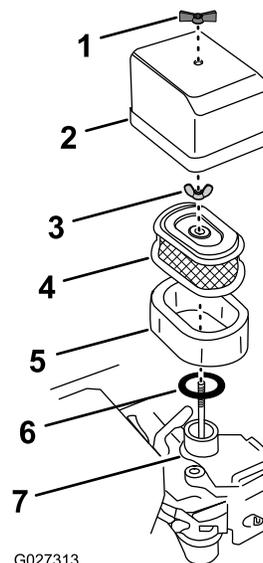

Figura 19
3. Pase un paño por la tapa del filtro de aire (Figura 19) para limpiarla.
4. Retire la tuerca de orejeta que sujeta la tapa del filtro de aire al carburador, y retire la tapa (Figura 19).
5. Separe el elemento de gomaespuma del filtro del elemento de papel (Figura 19).
7. Retire la tuerca de orejeta que sujeta el elemento de papel del filtro al carburador (Figura 19).
4. Monte el elemento de gomaespuma sobre el elemento de papel del filtro (Figura 19).
1. Limpie la suciedad de la base del carburador y del interior de la tapa con un trapo húmedo (Figura 19).
2. Asegúrese de que la junta de goma está alineada y asentada en la base de montaje del carburador (Figura 19).
3. Alinee el elemento de papel del filtro con el carburador, asegúrese de que la varilla de sujeción del carburador pasa a través de la placa superior del filtro (Figura 19).
4. Sujete el filtro al carburador con la tuerca de orejeta del filtro y apriete la tuerca con los dedos solamente (Figura 19).
5. Alinee la tapa del filtro de aire en los elementos del filtro de aire, pasando la varilla de sujeción del carburador a través de la tapa superior (Figura 19).
6. Sujete la tapa al motor con la tuerca de orejeta de la tapa y apriete con los dedos solamente (Figura 19).